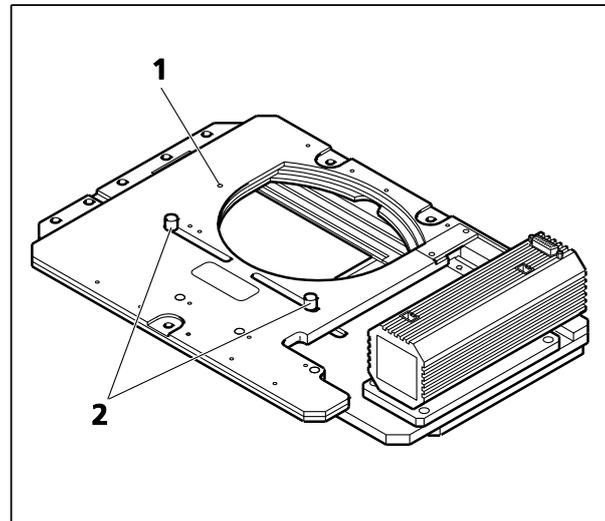

Fig. 23 Platine de balayage 130x85 mot. P, CAN, côté inférieur
- Après avoir monté la platine sur le statif, dévisser le verrou de transport (Fig. 23/1) situé en partie basse de la platine.
- Pour régler la butée mécanique à droite ou à gauche selon l'axe X, desserrer la vis de butée correspondante (Fig. 23/2) située au bas de la platine, déplacer la butée selon les besoins, puis resserrer la vis.